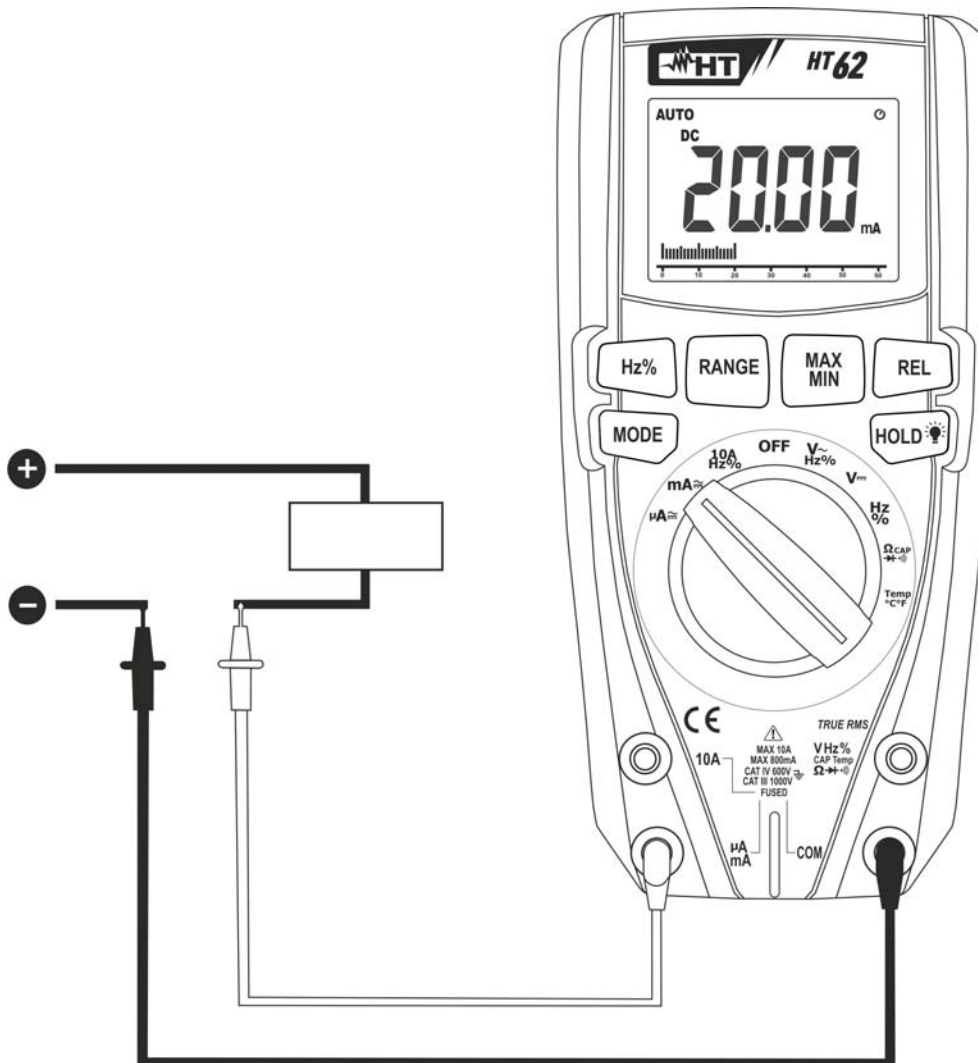

Fig. 9: Uso dello strumento per misura di Corrente DC
4. Collegare il puntale rosso ed il puntale nero in serie al circuito di cui si vuole misurare la corrente rispettando la polarità ed il verso della corrente (vedere Fig. 9).
7. La visualizzazione del simbolo "-" sul display dello strumento indica che la corrente ha verso opposto rispetto alla connessione di Fig. 9.